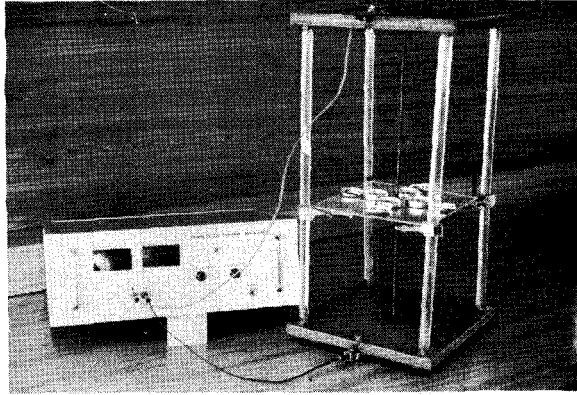

FIGURA 1.
- d) Mediante el dispositivo de la figura 1, compruebe la regla de la mano derecha y mida en algún punto el campo magnético.